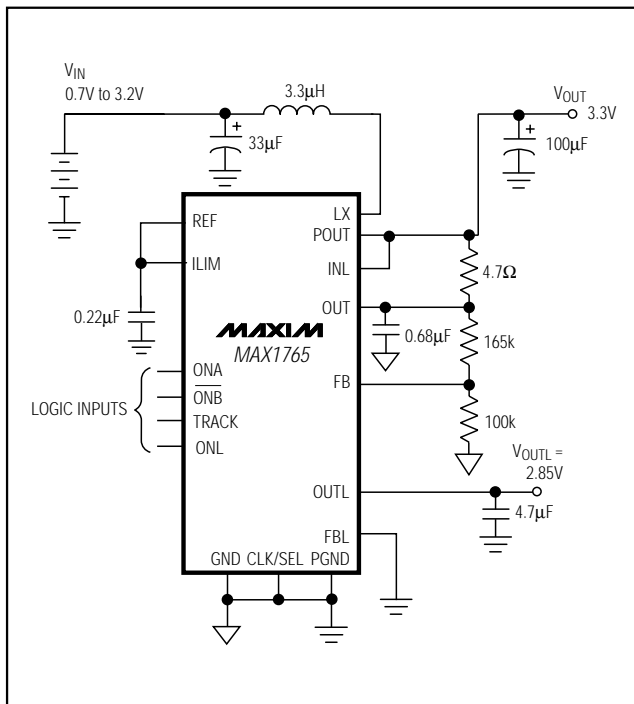

図2. 標準アプリケーション回路
スイッチングDC-DCコンバータは、1~3セルNiMH/NiCd又は1つのLi+ バッテリ入力を2.5V~5.5Vの可変出力に昇圧します。MAX1765は1.1Vの低入力でも起動し、最低0.7Vまで動作を続けることが保証されています(図2)。内部LDOレギュレータは、ノイズに敏感な回路に対してリニアポストレギュレーションを提供します。又、可変出力1.25V~POUTの独立した電圧出力として使用することもできます。
MAX1765は、バッテリー寿命延長のためにスタンバイ及びシャットダウン中の低自己消費電流を必要とし、フルパワー動作時には低ノイズであることを必要とするセルラ電話等のアプリケーション用に最適化されています。軽負荷時には、自己消費電力を360 μ Wまで低減する低自己消費電流パルススキップ制御方式へと自動的に移行します。シャットダウン中は消費電流が更に1 μ Aまで低減します。図2に、通常モードにおけるMAX1765の標準アプリケーションを示します。
1.1V以下の入力電圧におけるスタートアップを容易にするため、又は V_{OUT} が4V以上に設定されている場合は、LXとPOUTの間に1N5817、MBR0520L(又は相当品)等のショットキダイオードを使用して下さい(図2)。ショットキダイオードは同期整流器がターンオフした後に電流を通すため、電流定格は500mAで十分です。ダイオードはICのできるだけ近くに接続して下さい。普通の整流ダイオードはスイッチング速度が遅く、逆回復時間が長いため使用しないで下さい。入力電圧が1.8Vを超えている場合でも、ショットキダイオードを使うことにより軽負荷における効率は改善されます。